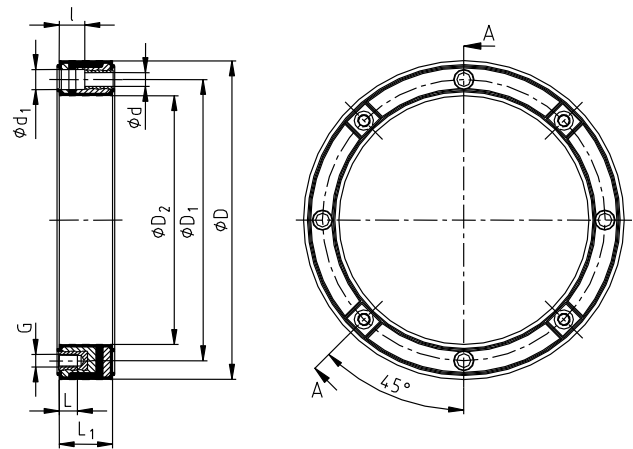

Bild 2: Dämpfungsring DT.../2
**4 Montage****4.1 Montage Dämpfungsring mit Behälter bzw. Grundplatte****Dämpfungsring DT.../2 (gemäß Bild 2)**